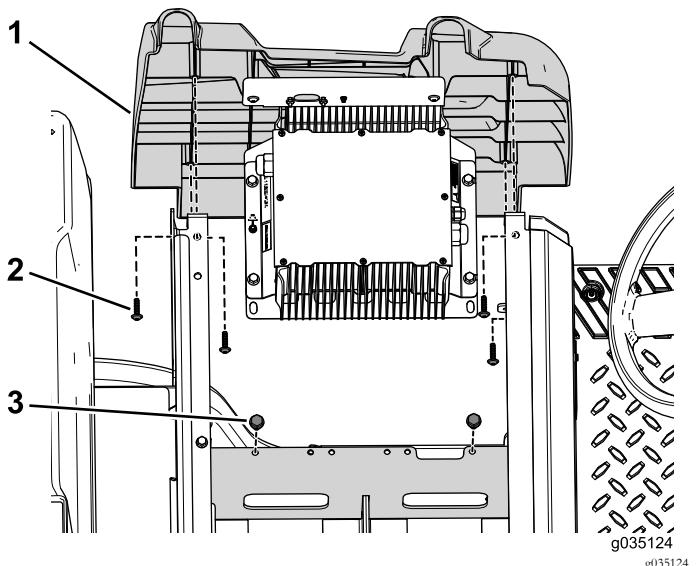

図 56
4. チャージャブラケットをバッテリートレイに固定しているボルト2本を外す図 56。
5. 左サイドカバーを車両に固定しているタッピングねじ4本を外す図 56。